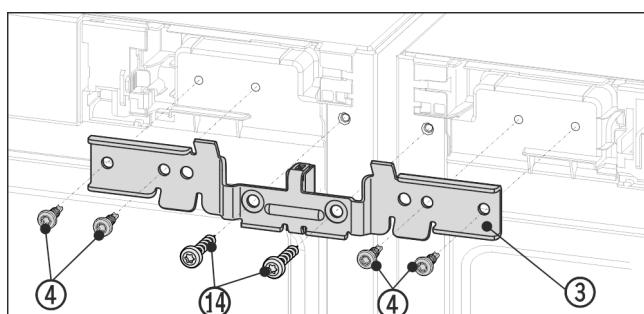

Fig. 12 Zobrazení příkladu
- Úhelník Fig. 12 (3) zasuňte rozpěrným kusem mezi přístroje na čepy. Úhelník přišroubujte čtyřmi šrouby Fig. 12 (4) a předtím vyšroubovanými uzemňovacími šrouby Fig. 12 (14) střídavě vlevo a vpravo bez utahování.